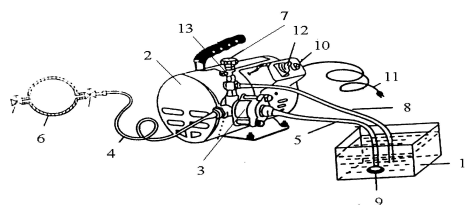

Рис. 1
4.1. Насос испытательный электрический САТУРН НИЭ-3-60 (см. рис. 1) состоит из бака 1 (упаковочная тара или любая подходящая чистая емкость), электронасоса 2, нагнетательного трубопровода (подающего шланга) 4 с регулятором давления 3, предохранительного клапана давления 13, всасывающего шланга 5 с фильтром 9 и дренажного шланга 8.